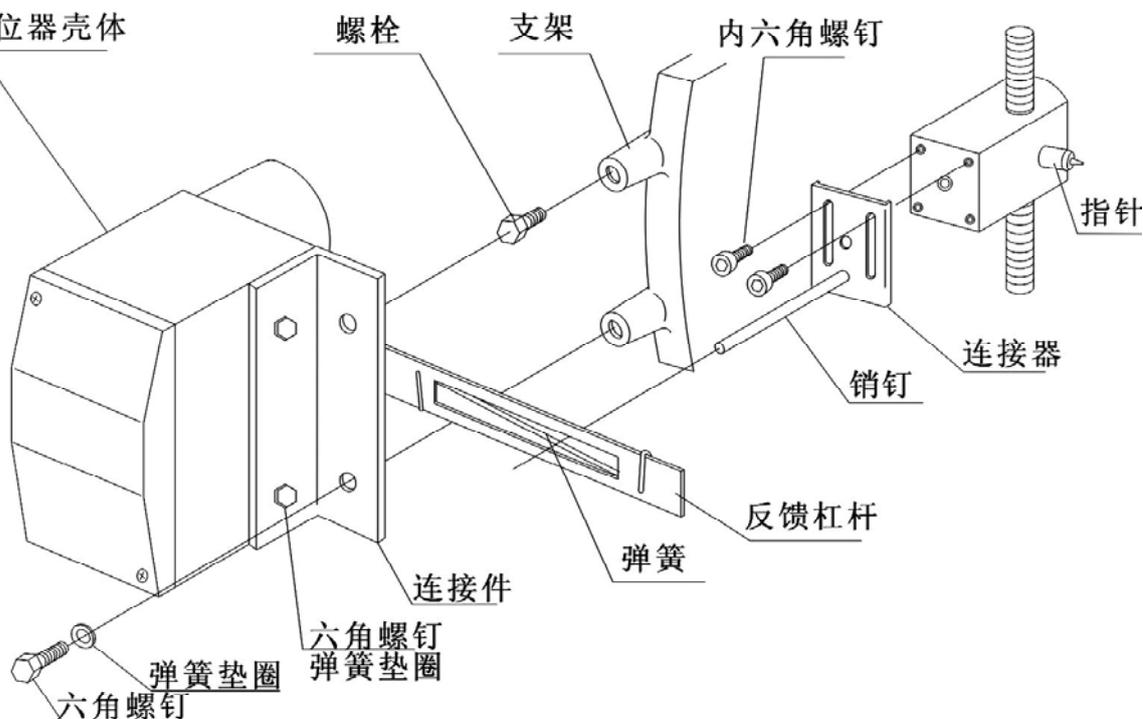

图9 定位器安装在直行程执行机构上示意图
连接器的安装用内六角螺钉暂把连接器部件装在指针零件上（参看图9）。
(1) 用图9所示的六角螺钉（M8×20）和弹簧垫圈把连接件装在定位器上。